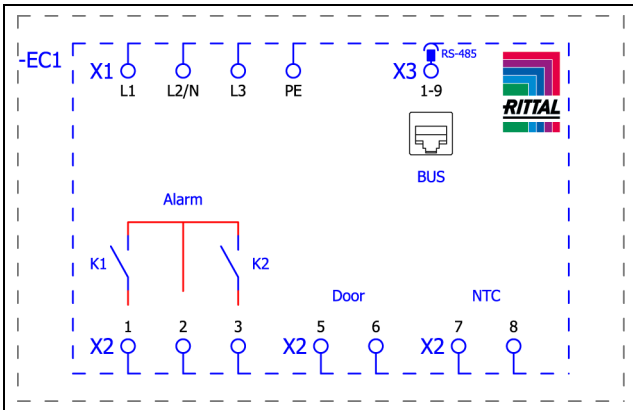
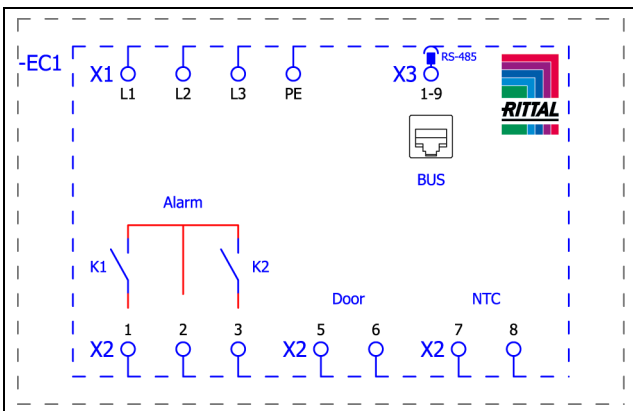

Bild 17: Kopplingschema SK 3484837, SK 3485x3x, SK 3486x3x och SK 3487x3x
Bild 18: Kopplingschema SK 3488x4x och SK 3489x4x
- Ta ut nätkontakten ur leveransförpackningen och koppla in nätförsörjningen enligt tillhörande anslutningsmärkning (bild 17 resp. bild 18).